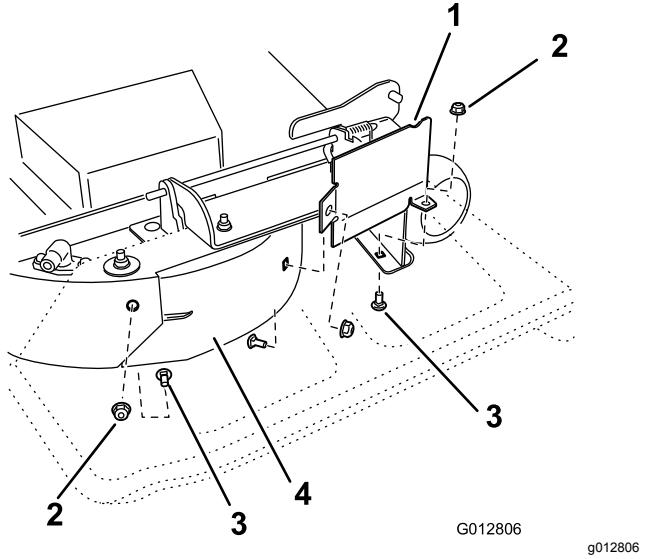

Bild 29
8. Entfernen Sie die Schlossschraube (5/16" x 3/4") und die Sicherungsmutter (5/16") an der Rückwand des Mähwerks, mit denen das Ablenklech am Mähwerk befestigt ist (Bild 29).
9. Entfernen Sie an der Ablenklechschutzvorrichtung an der vorderen Kante der Seitenauswurföffnung die Befestigungen, mit denen die Ablenklechschutzvorrichtung und das rechte Ablenklech am Mähwerk befestigt sind (Bild 29).